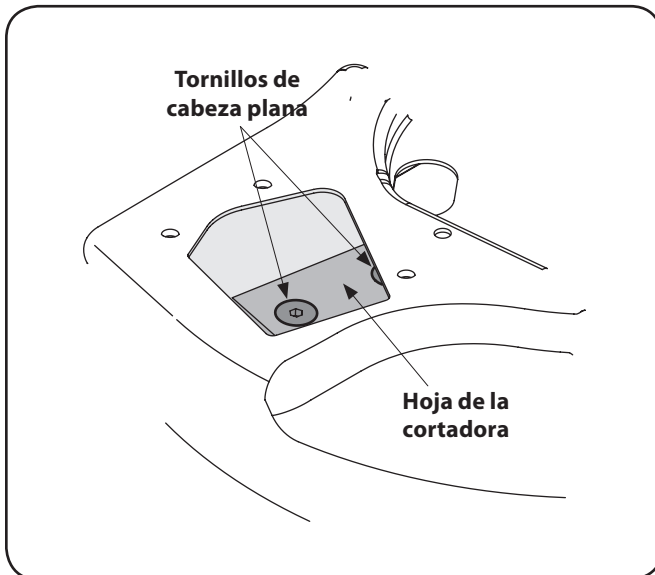

Figura 7-5
9. Mediante una llave Allen de 3/16", retire los tornillos de cabeza plana que sujetan la hoja de la cortadora al motor. Dichos tornillos son accesibles a través de la abertura que se creó cuando retiró el canal de la cortadora anteriormente. Vea la Figura 7-5.